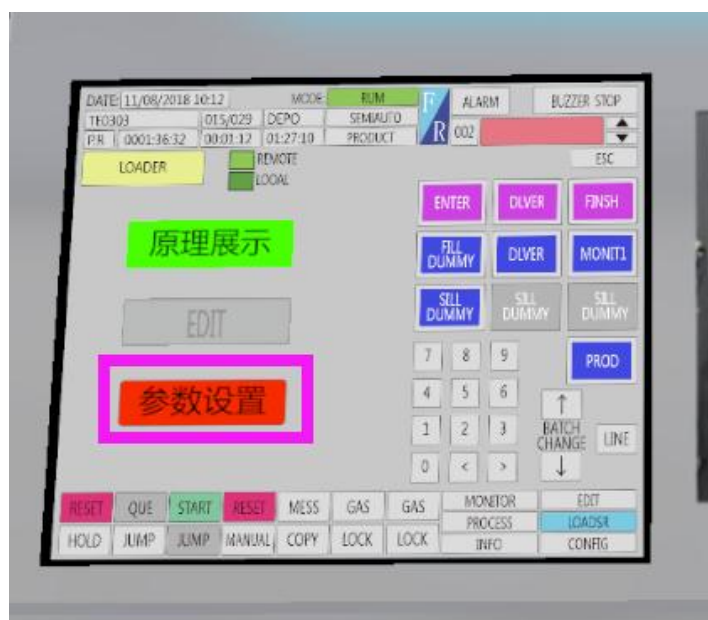

图 5-5 参数设置界面
4) 点击设备控制面板上的“参数设置”按钮，弹出的氧化参数设置界面，确定参数设置，参数设置如图 5-5 所示。